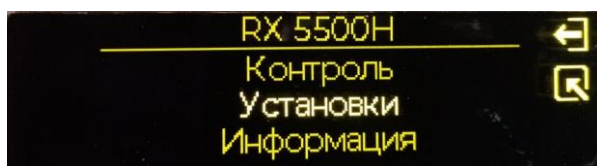

Рисунок 33 – Окно основного меню управления с выбором пункта «Установки»
2.4.5.4.1 Поворотом кнопки манипулятора выбрать в основном меню пункт «Установки» (см. рисунок 33).
2.4.5.4.2 Нажать на кнопку манипулятора о чём говорит нахождение значка «» в правой центральной позиции экрана ЖКИ (см. рисунок 33).